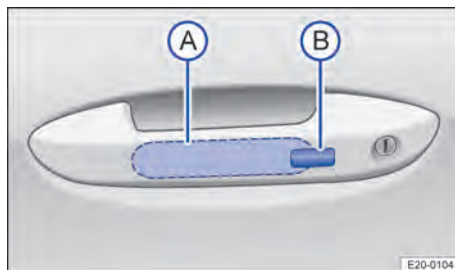

Fig. 58 Dans la poignée de porte : surfaces de détection
1. Touchez la surface de détection → **fig. 58** Ⓐ sur la face intérieure de la poignée de porte.
→ fig. 58  sur la face extérieure de la poignée de porte.
2. Touchez une fois le capteur situé sur la face extérieure de la poignée de porte dans les cinq secondes qui suivent → fig. 58 . N'introduisez pas la main dans la poignée de porte.